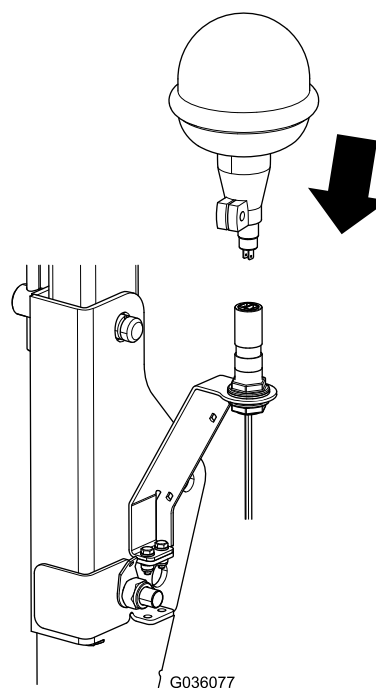

Figura 12
5. Monte la baliza en la parte superior de la base de la baliza (Figura 12).